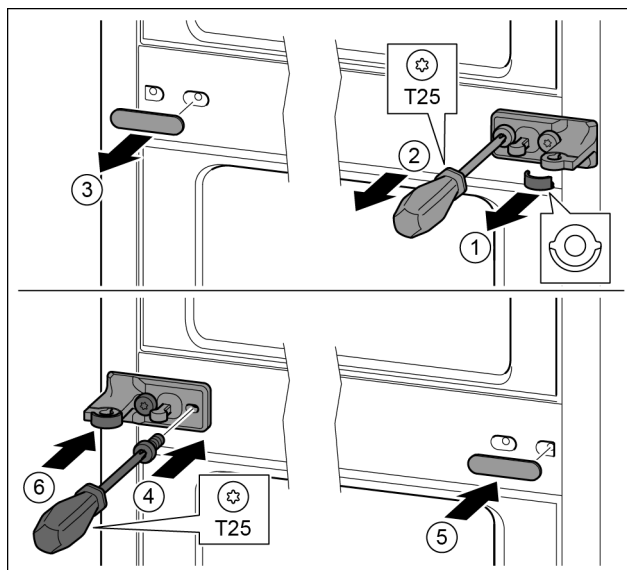

Fig. 29
- ▶ Extrageți șaiba. Fig. 29 (1)
- ▶ Demontați șuruburile cu șurubelnița T25. Fig. 29 (2)
- ▶ Desprindeți cu precauție capacul. Fig. 29 (3)
- ▶ Înșurubați ferm pe cealaltă parte suportul de lagăr cu folie rotit cu 180°. Fig. 29 (4)
- ▶ Atașați pe cealaltă parte capacul rotit cu 180°. Fig. 29 (5)
- ▶ Montați șaiba din față. Fig. 29 (6)